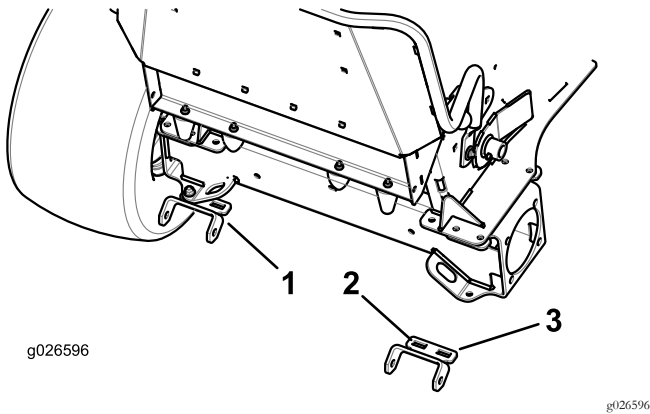

Figura 1
1. Instale los soportes de montaje en los taladros externos cuando se trata de cortacéspedes de base estrecha (cortacéspedes de 122 cm y 132 cm (48" y 52")) y en los taladros interiores cuando se trata de cortacéspedes de base ancha (cortacéspedes de 152 cm (60")) (Figura 1).